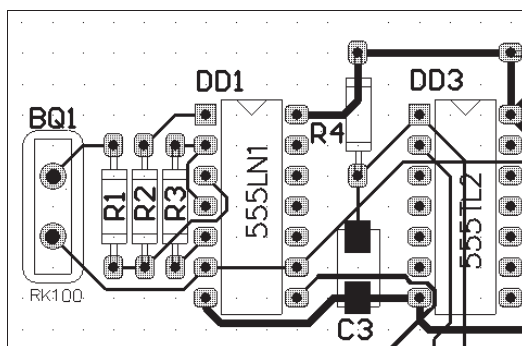

Рис. 7.24. Контактные площадки после редактирования
8. В нашем примере назовем новую форму площадки в виде прямоугольника с закругленными углами (**Rounded Rectangle**) и размер по оси *X* 2,5 мм. Конечный результат редактирования показан на рис. 7.24.